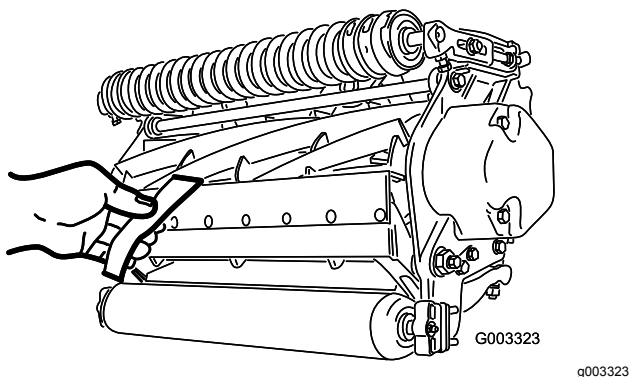

Figure 14
12. Contrôlez la performance de coupe en insérant une longue bande de papier de performance de coupe entre le cylindre et la contre-lame, perpendiculairement à la contre-lame (Figure 14).